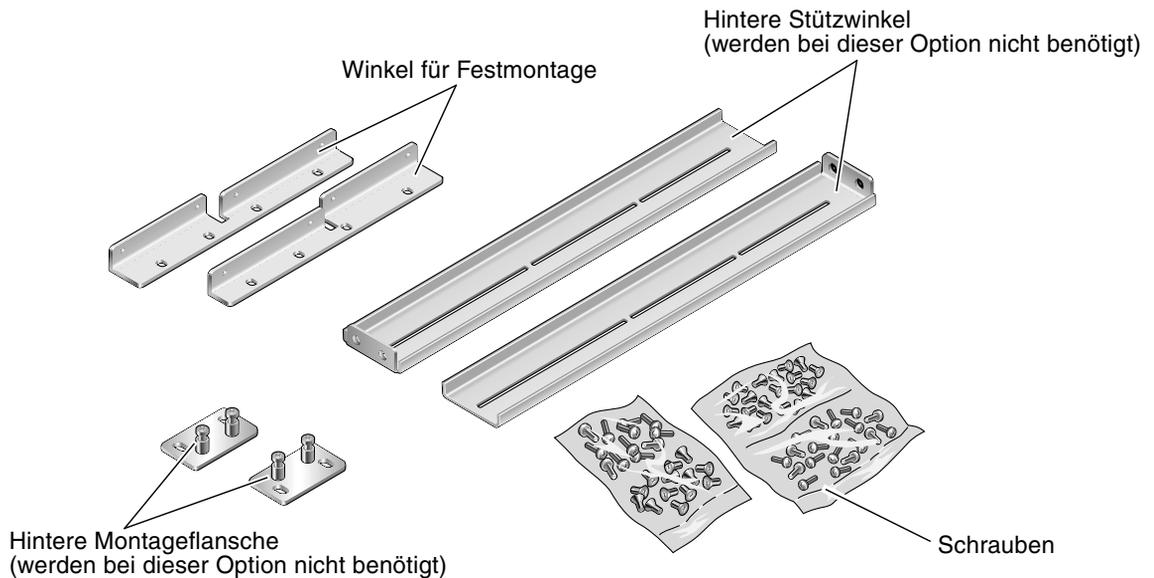

ABBILDUNG 3-26 Inhalt des Montagesatzes für den Festeinbau in ein 19-Zoll-Rack mit zwei Stützen
1. Nehmen Sie die Seitenwinkel aus dem Montagesatz (ABBILDUNG 3-26).